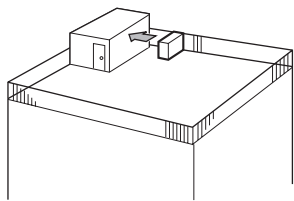

Fig. 2-16
- ① Richten Sie die Luftaustrittsöffnung mit einem Abstand von etwa 50 cm auf die nächstgelegene Wand aus. (Fig. 2-16)